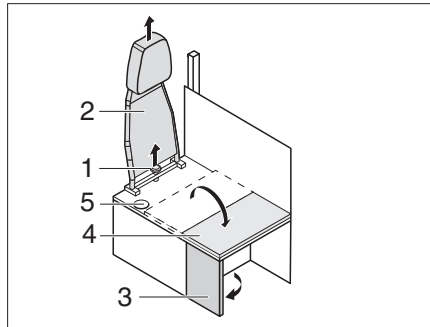

Fig. 210 Transformation conduite-habitation
- Dévisser la vis en étoile (Fig. 210,1) et retirer le dossier (Fig. 210,2) vers le haut.
- Déployer la paroi latérale (Fig. 210,3).
- Rabattre la rallonge de banquettes (Fig. 210,4) sur la paroi latérale.
-  ▷ Pour la transformation du mode habitation au mode conduite, répéter ces étapes dans l'ordre inverse. Veiller à ce que la ceinture de sécurité passe par l'ouverture (Fig. 210,5).